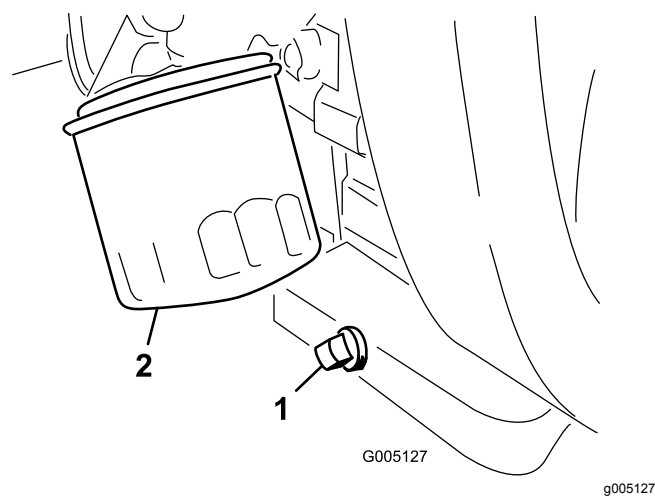

Figura 28
1. Retire o tampão de escoamento (Figura 28) e deixe o óleo escorrer para um recipiente adequado. Quando o óleo parar, volte a montar o tampão de escoamento.
2. Retire o filtro do óleo (Figura 28).